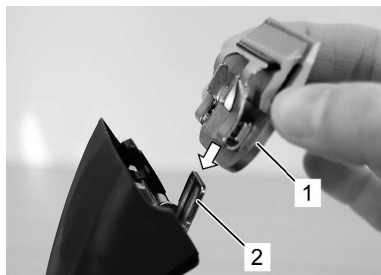

Fig. 15
6. Fixe a nova cabeça de tosquia na articulação e empurre a cabeça de tosquia em direcção à máquina com uma leve pressão (fig. 15, 16, 17).